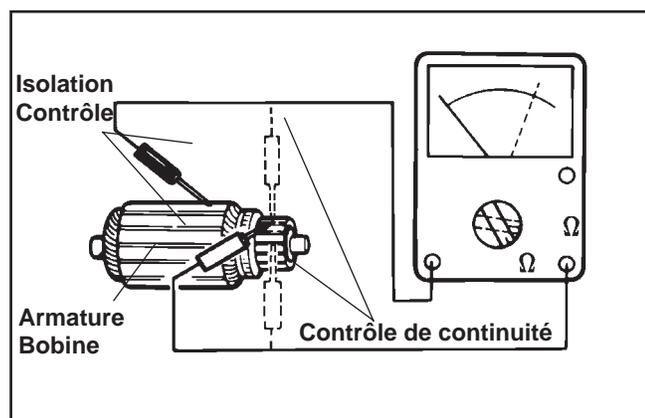

Figure 8-42. Vérifications de l'armature.
2. Utiliser un ohmmètre réglé sur l'échelle Rx1. Placer les sondes entre deux différents segments du commutateur et vérifier la continuité. Voir la figure 8-42. Test de tous les segments. La continuité **doit** être relevée entre tous les segments, sinon, l'armature est défectueuse.
3. Contrôler la continuité entre les segments de la bobine de l'armature et les segments du commutateur. Voir la figure 8-42. Aucune continuité ne doit être relevée. Si une continuité est relevée entre les deux, l'armature est défectueuse.